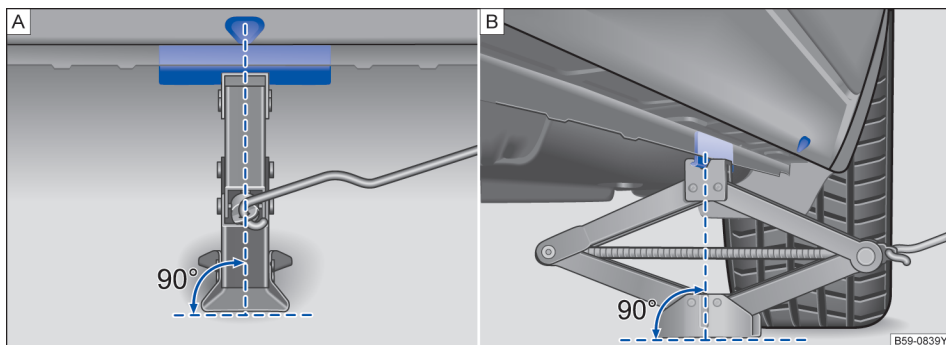
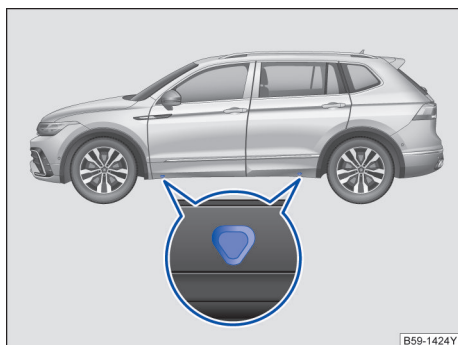

图 239 将千斤顶放在汽车左右侧
图 240 汽车千斤顶的支撑点
汽车千斤顶只允许放置在图示支撑点（车身上的标记）处→图 239 或 →图 240。在每个车轮旁都有相应的支撑点 →▲。
5. 找到汽车千斤顶的支撑点（标记位于车身上）→图 240。
8. 调准汽车千斤顶，同时继续摇高千斤顶卡爪，直到卡爪抓住汽车下面的棱边→图 239 →▲。